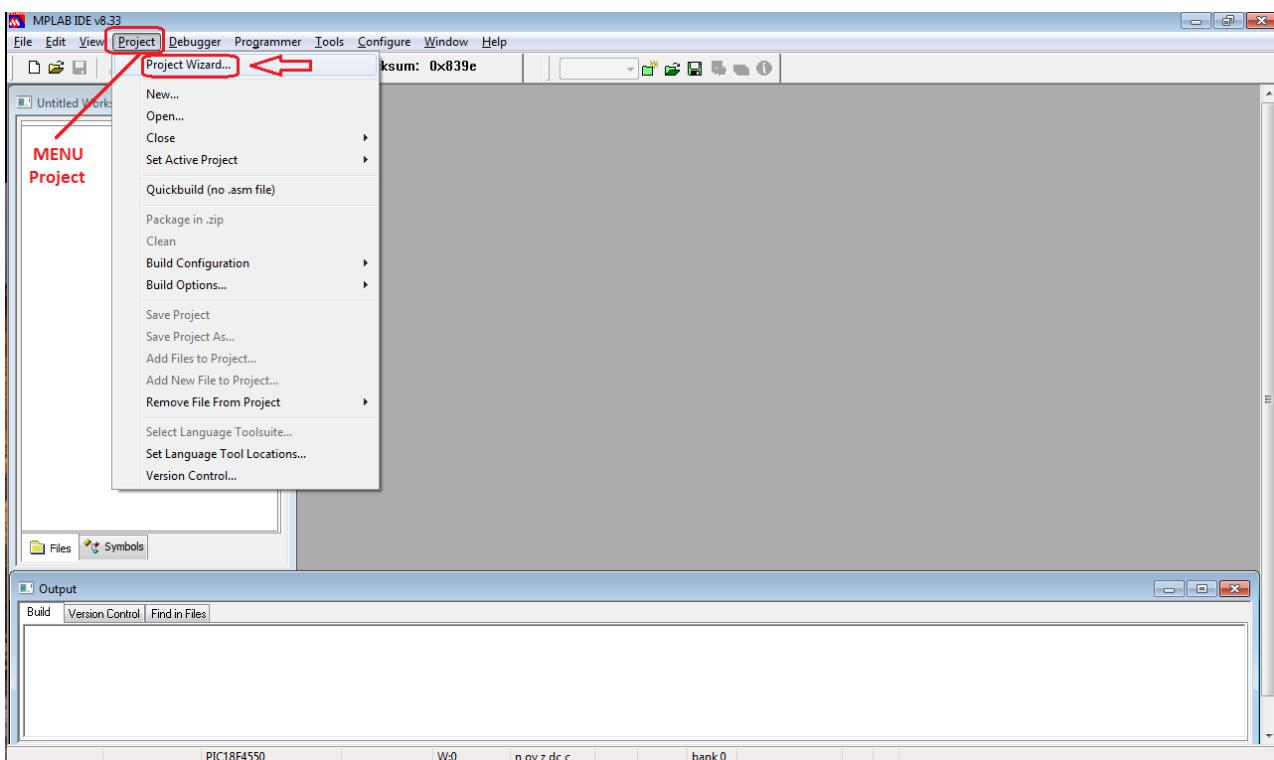

Figura 3.26 - Janela do MPLAB - Acessando o "Project Wizard".
- 2) Abra o MPLAB. Clique no menu “Project” e em seguida em “Project Wizard” (ver Figura 3.26)